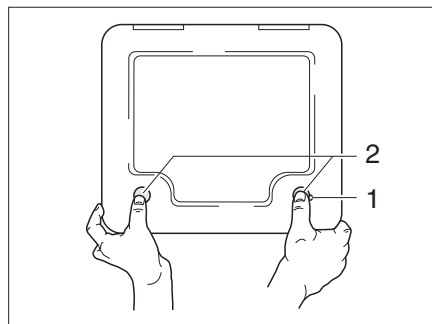

Bild 104 Klappe für Thetford-Kassette
- Die Klappe für die Thetford-Kassette außen am Fahrzeug öffnen. Dazu den Schlüssel in den Schließzylinder des Druckschlusses (Bild 104,1) stecken und eine viertel Umdrehung im Uhrzeigersinn drehen.
- Beide Druckschlösser (Bild 104,2) gleichzeitig mit dem Daumen drücken und die Klappe für die Thetford-Kassette öffnen.